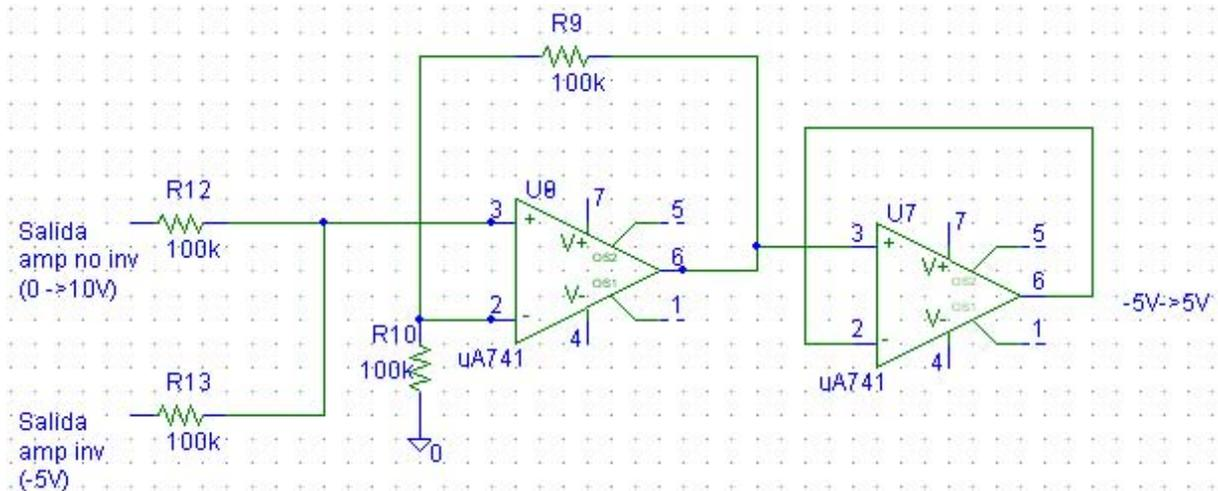

Figura 93: Amplificador sumador no inversor con seguidor de voltaje a la salida.
3. Sumar el voltaje constante de  $-5V$  al rango de  $[0V, 10V]$  obteniendo así un rango de  $[-5V, 5V]$ . Para sumar estos dos voltajes, se usa el amplificador operacional configurado como amplificador sumador no inversor con ganancia unitaria. El diagrama se muestra en la figura 93.